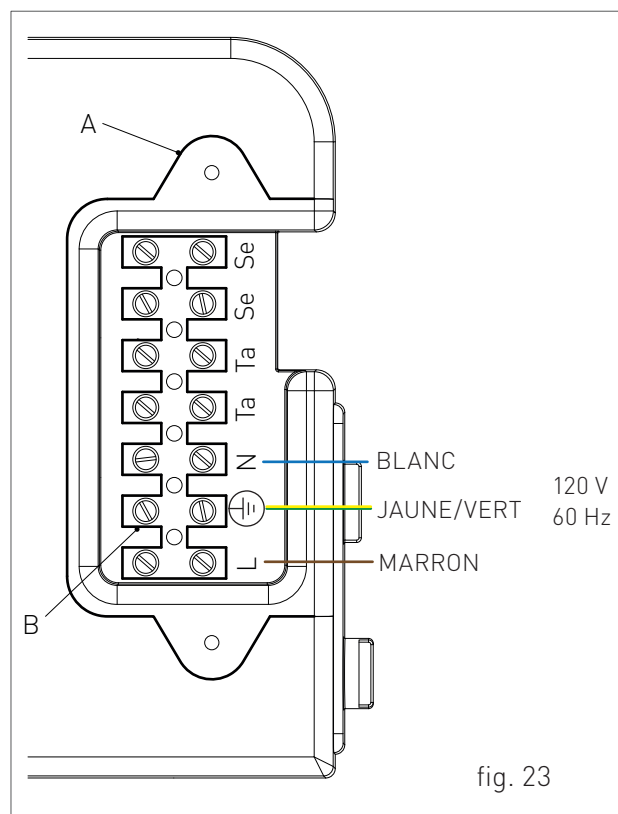

fig. 23
- › desserrer les deux vis et enlevé la plaque "A" (voir fig. 23).
- › après avoir enlevé la plaque, brancher les câbles électriques à la borne "B" (voir fig. 23) :